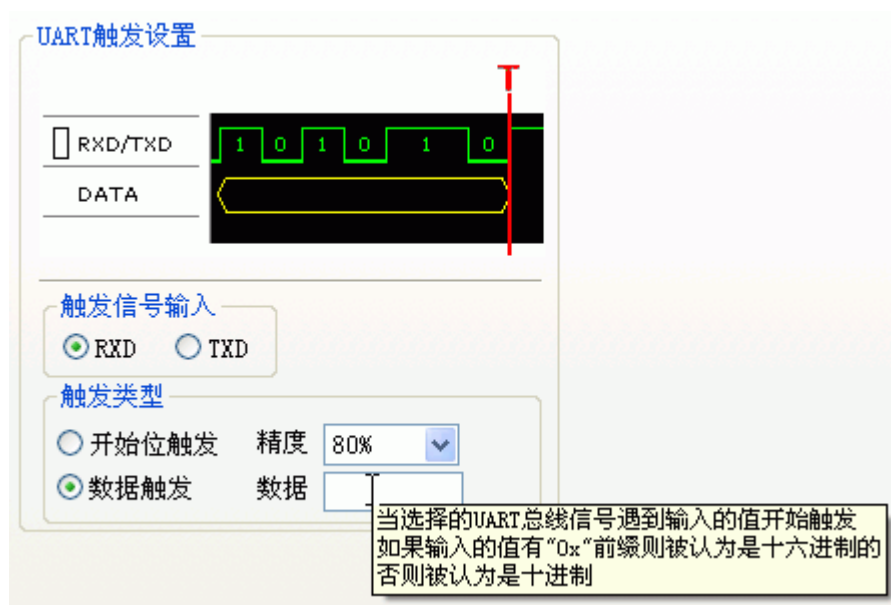

图 10.29 设置 UART 数据触发
3. 选择触发类型。如果选择“开始位触发”，就直接用鼠标左键单击“触发设置界面”的确定按钮即可。如果选择了“数据触发”，则要选择精度，该项默认是80%；输入数据值，默认为空，用户可以输入十进制和十六进制的数据，如图 10.29所示。